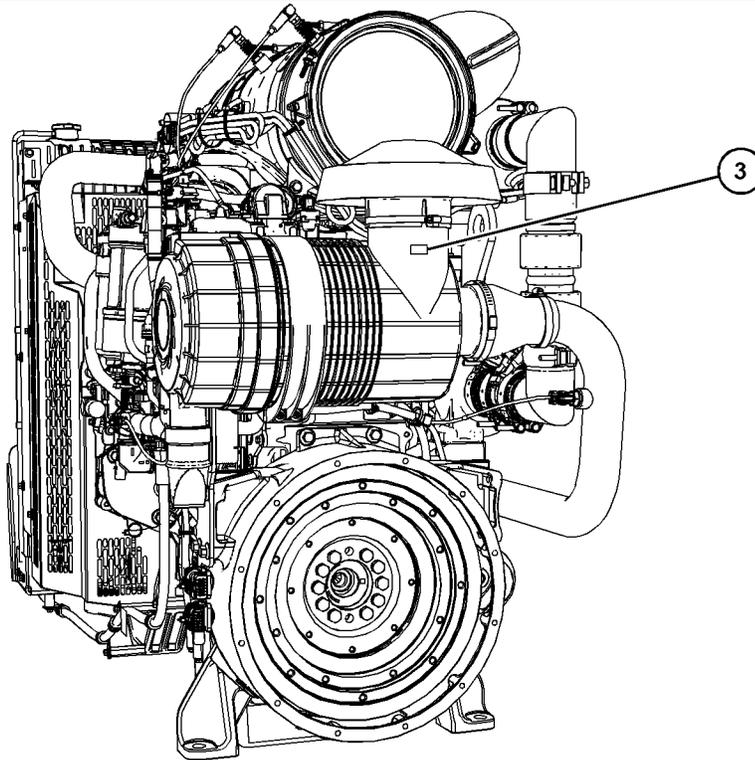

Abbildung 6
Das Äther-Warnschild (3) befindet sich am Luftfilter nahe dem Lufteinlass (siehe Abbildung 6 ). Die genaue Position hängt von der Anwendung ab. Bei einigen Ausführungen wird das Äther-Warnschild lose mitgeliefert, damit es vom Motorhersteller angebracht werden kann.